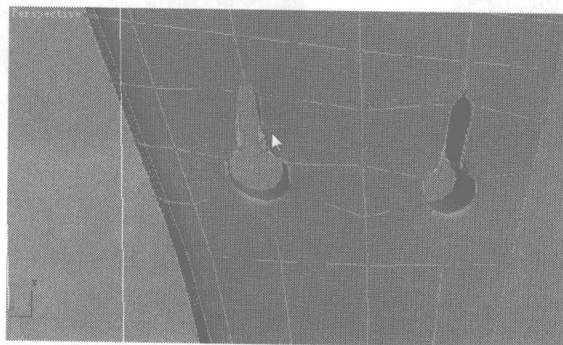
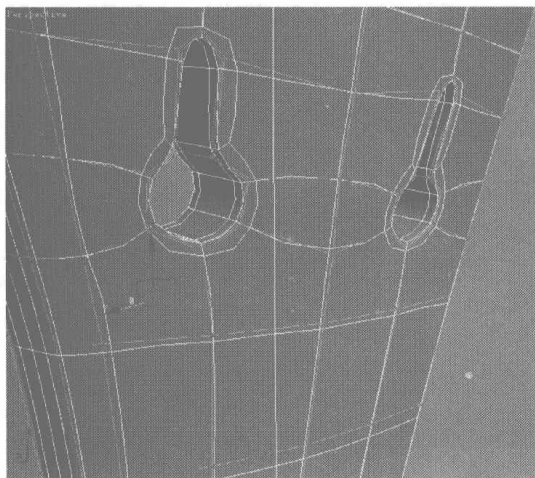
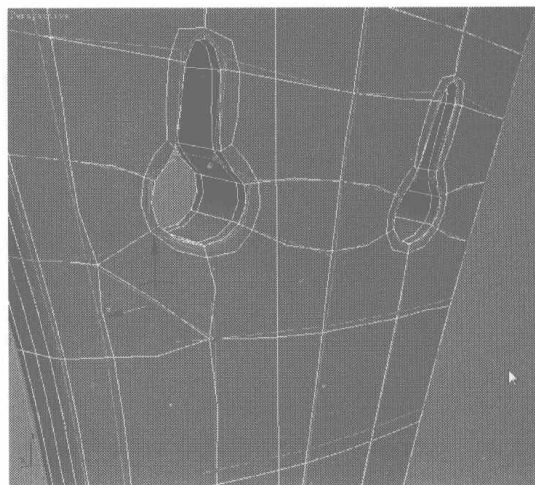
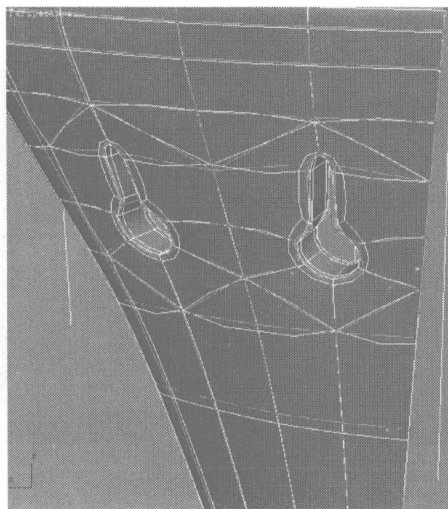

图 5.423
图 5.424
图 5.425
图 5.426
- 10 调整模型上的点到如图 5.423 所示的位置。选择如图 5.424 所示的点，单击 **Connect** 按钮，连接所选择的点，如图 5.425 所示。用同样的方法，对照图 5.426 的位置，添加曲线。